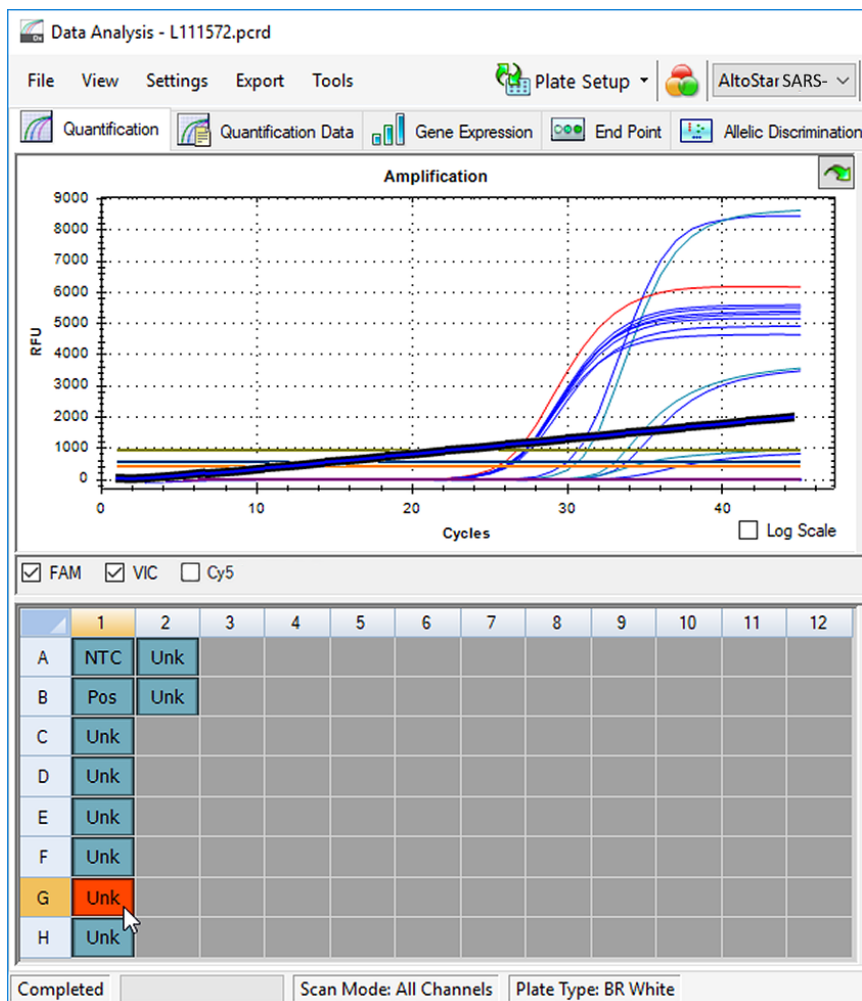

Figura 6: Janela Data Analysis (Análise de Dados): sinal PCR irregular
- Identifique os poços com sinais PCR irregulares (aumento de sinal linear, picos de sinal, etc.) em qualquer um dos canais de detecção FAM™ (gene E), VIC™ (IC) ou Cy5 (gene S) (consulte a figura 6).